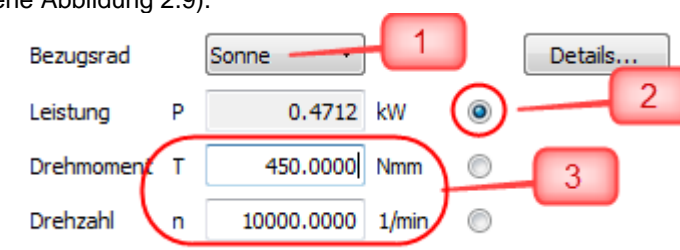

Abbildung 2.9 Einstellen der Last
Das Bezugsrad (1), den berechneten Wert (2) (wenn Drehmoment und Drehzahl definiert werden, wird die Leistung berechnet) definieren, und die Daten für Drehzahl und Drehmoment (3) eingeben (siehe Abbildung 2.9).